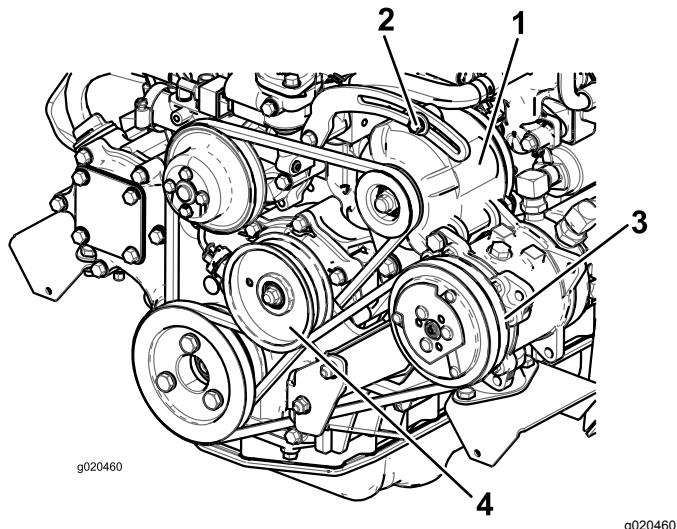

Figura 101
Se la flessione non è di 10 mm, allentate i bulloni di fissaggio dell'alternatore (Figura 101).
2. Se la flessione non è di 10 mm, allentate il bullone di fissaggio della puleggia tendicinghia (Figura 101). Aumentate o riducete la tensione della cinghia del compressore e serrate il bullone. Controllate di nuovo l'inflessione della cinghia per accertare che sia esatta.
Controllate lo stato e la tensione della cinghia (Figura 101) ogni 100 ore di servizio.